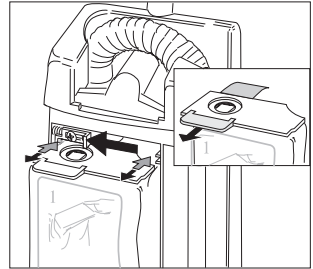

Fig. 7
5.1 Cambiar la bolsa de filtro y la tira de escobilla <Fig. 7>